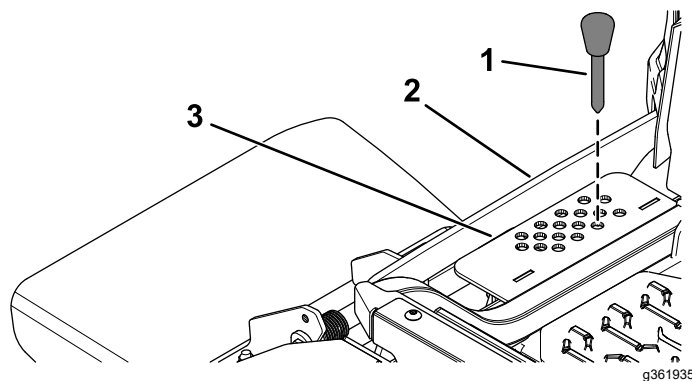

Figura 29
2. Nella staffa dell'altezza di taglio scegliete un foro corrispondente all'altezza richiesta, ed inserite la spina (Figura 29).
3. Premete in giù l'interruttore di sollevamento del piatto sinché il tirante dell'altezza di taglio non entra in contatto leggermente con il perno dell'altezza di taglio (Figura 29).